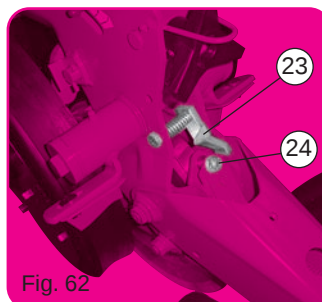

Fig. 62
Cette roue plombée est utilisable sur terrain plutôt sec, pour tous semis. Sur terrain trop humide, un bourrage au niveau de la roue est toujours possible, dans ce cas, escamoter la roue par le taquet (23) fig. 62. Si cette opération ne s'avérerait pas suffisante, il faudrait enlever la roue seule, en laissant le cadre (4) sur l'élément. Le décroisseur (11) Greenflex réversible doit être surveillé de temps en temps, et réglé avec précision à l'aide de l'écrou (24) fig. 62.
The press wheel has a diameter of 295 mm and a width of 21 mm and is in stainless steel. It can only be adapted on the NG Plus 3 units. It floats independently from the metering unit and the rear press wheel unit. The NG Plus 3 equipped in this manner, now becomes the NG Plus 3 PRO. This press wheel can be used in rather dry soils for all types of seeds. In damp soil, a packing up of the wheel is always possible, in this case, retract the wheel using the latch (23) fig. 62. If this is not sufficient, the wheel only must be removed, leaving the frame (4) on the metering unit. The reversible Greenflex scraper (11) should be controlled from time to time and adjusted with precision using the nut (24) fig. 62.
Die Andruckrolle wird hauptsächlich auf trockenen Böden eingesetzt. Auf nassem Boden, wenn die Rolle verstopt, kann diese ausgehoben werden und mit dem Hebel (23) Fig. 62 arretiert werden. Wenn diese Maßnahme nicht ausreicht, muß die Rolle vom Element ausgebaut werden. Der nachstellbare GREENFLEX-Abstreifer ist von Zeit zu Zeit zu kontrollieren und entsprechend nachzustellen. (24 - Fig. 62)
Подпрессовывающее колесо диаметром 295 мм и шириной 21 мм изготовлено из нержавеющей стали. Оно может быть приспособлено только на высевочную секцию NG Plus 3. Копирование почвы происходит независимо от высевочной секции и прикатывающих колес. NG Plus 3 оснащенная таким колесом называется NG Plus 3 Pro. Это подпрессовывающее колесо может быть использовано на сухих почвах для всех типов семян. На влажных почвах всегда можно зафиксировать колесо, в этом случае используют замок (23) рис. 62. Если этого не достаточно колесо должно быть снято вместе с корпусом (4) который установлен на высевочной секции. Поворотный (зеленый пластик) чистик (11) нужно время от времени поджимать с помощью гайки (24) рис. 62.
- Position escamotée (fig. 62).
- Retracted position (fig. 62).
- Pos. Fig 62 wieder anbringen